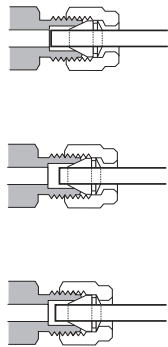

Abbildung 57. Fertige Armatur
- 10 Richtige und falsche Swagelok-Verbindungen sind in **Abbildung 57** dargestellt. Beachten Sie, dass das Ende der Leitung in einer richtigen Swagelok-Verbindung nicht zerdrückt ist und die Aktion der Ferrulen nicht beeinträchtigt.